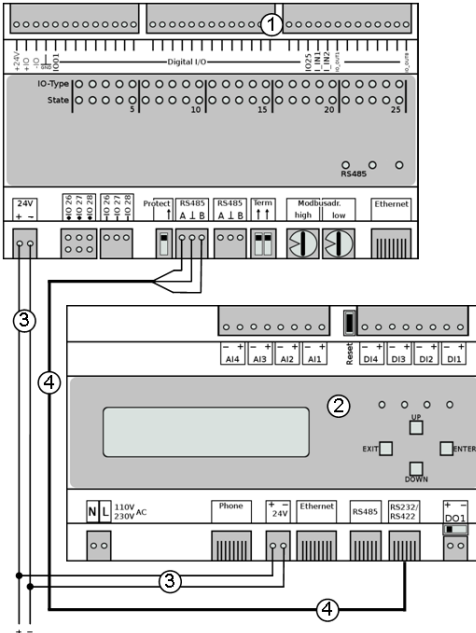

Abb. 7: Anschluss PCU+ <-> WEB`log Pro
Für die Verbindung der PCU+ an das WEB`log (siehe Abb. 7) muss das Verbindungskabel (4) entsprechend der Pin-Belegung für Modbus-Kabel konfiguriert werden. Das meteocontrol Connect Universal RS Kabel ist bereits entsprechend konfektioniert.